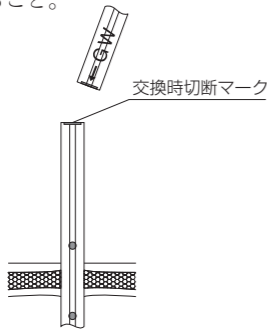

図1
- 2) クローバードレインチューブを交換時切断マークで切断する。(図1)切断から5)までは、クローバードレインチューブが体内に埋没しないようにしっかりと把持すること。鉗子等を使用する際は、ルーメンが閉塞してガイドワイヤが挿入できなくなることを防止するため、X線不透過ラインの裏側を把持すること。